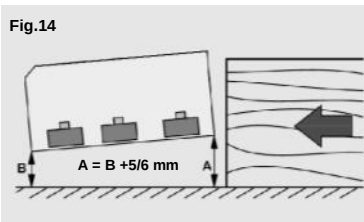

Fig.14
Nel caso di utilizzo dell'avanzamento in “**posizione orizzontale**” (Fig.14), la distanza (B) tra il rullo di uscita e il piano della macchina utensile deve risultare di 5-6 mm inferiore alla distanza (A) tra il rullo di entrata e il piano della macchina utensile.